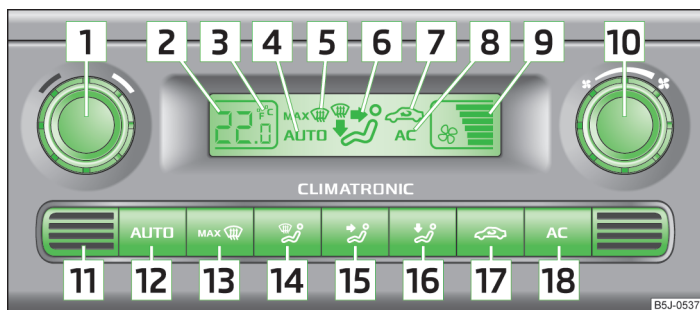

Abb. 81 Climatronic: Bedienelemente
- ›   » Abb. 81 auf Seite 84 eingeschaltet.
- › Die Taste   » Abb. 81 auf Seite 84 drücken.
Gleichzeitig die Tasten  und  » Abb. 81 auf Seite 84 drücken und halten. Im Display erscheinen die Angaben in der gewünschten Temperatur-Maßeinheit.
Im unteren Teil des Gerätes befindet sich der Innenraumtemperatursensor **11** » Abb. 81. Den Sensor nicht überkleben oder überdecken, sonst könnte die Climatronic ungünstig beeinflusst werden.
- Die Taste **(AUTO)** **12** » Abb. 81 auf Seite 84 drücken, im Display wird **AUTO** angezeigt.
- Nach dem Einschalten der Zündung kann mit dem Drehregler **1** » Abb. 81 auf Seite 84 die gewünschte Innenraumtemperatur eingestellt werden.
➤ Die Taste  **17** » Abb. 81 auf Seite 84 drücken, im Display erscheint das Symbol .
➤ Die Taste  **17** » Abb. 81 auf Seite 84 erneut drücken, das Symbol  im Display erlischt.
➤ Mit dem Drehregler **10** » Abb. 81 auf Seite 84 nach links (Gebläsedrehzahl verringern) bzw. rechts (Gebläsedrehzahl erhöhen) drehen.
➤ Die Taste  **13** » Abb. 81 auf Seite 84 drücken.
➤ Die Taste  **13** » Abb. 81 auf Seite 84 oder die Taste  erneut drücken.